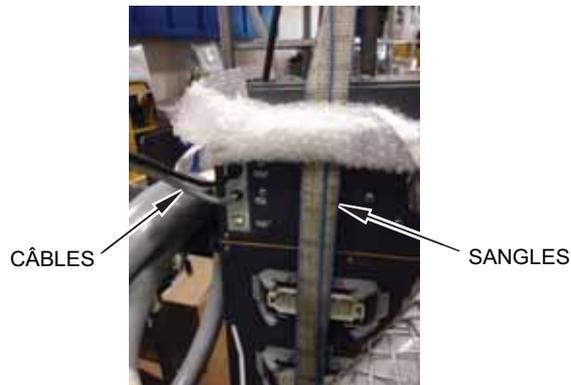

Figure 1-3 Vérification des câbles
- b. Veillez à ce que les sangles ne pincet ni n'écrasent les câbles fixés au contrôleur. Veuillez-vous reporter à Figure 1-3.